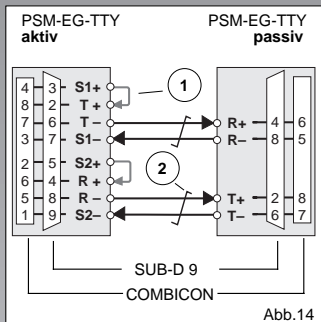

Abb.14
Die gewünschte Betriebsart **aktiv**, **halbaktiv** oder **passiv** wird durch externe Kabelbrücken ① eingestellt (Abb. 14/15) und durch den Verdrahtungsaufbau festgelegt.